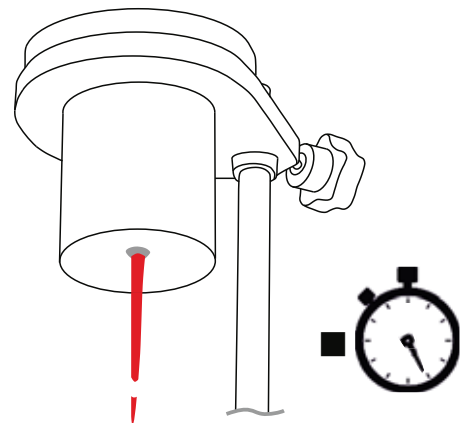

图 5
- 8 注视从孔流动的液体,当流动第一次打破停止秒表a(图5).